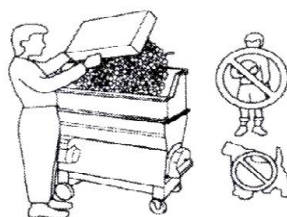

Рис. 6
- следить, чтобы рядом с машиной не было детей, животных или посторонних (Рис. 6).